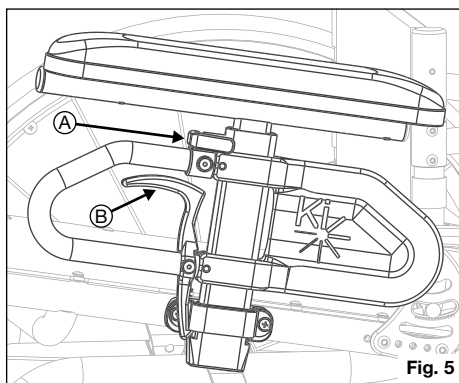

Fig. 5
- b. Armstøtten låser automatisk i korrekt position. Kontrollér at låsestangen er som vist (fig. 5:B).
- a. Drej og frigiv stangen (fig. 5:A).
- d. Skub armstøttespuden indtil det øvre armlæn låser sig sikkert. Kontrollér at låsestangen er som vist (fig. 5:A).
- a. Tryk på udløserstangen (fig. 5:B) og fjern armstøtten.